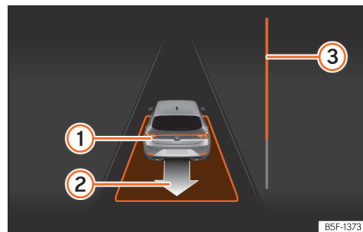

Рис. 161 Дисплей комбінації приладів: виїзд із паралельної парковки
- Їдьте заднім ходом, доки не почуєте безперервний звуковий сигнал асистента Park Pilot; **АБО:** їдьте назад, доки на дисплеї комбінації приладів не з'явиться вказівка їхати вперед. Індикатор **»» рис. 161** **б** відображає залишкову відстань.